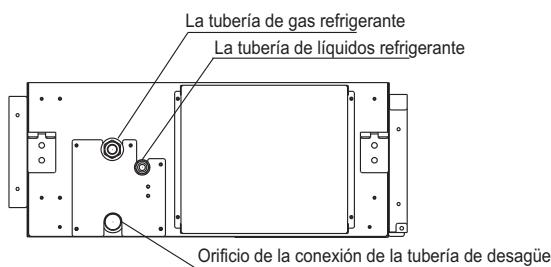

Imagen 4.1 La posición de conexión de la tubería
- (1) Las posiciones de la conexión de la tubería se muestra en la Imagen 4.1 y 4.2.